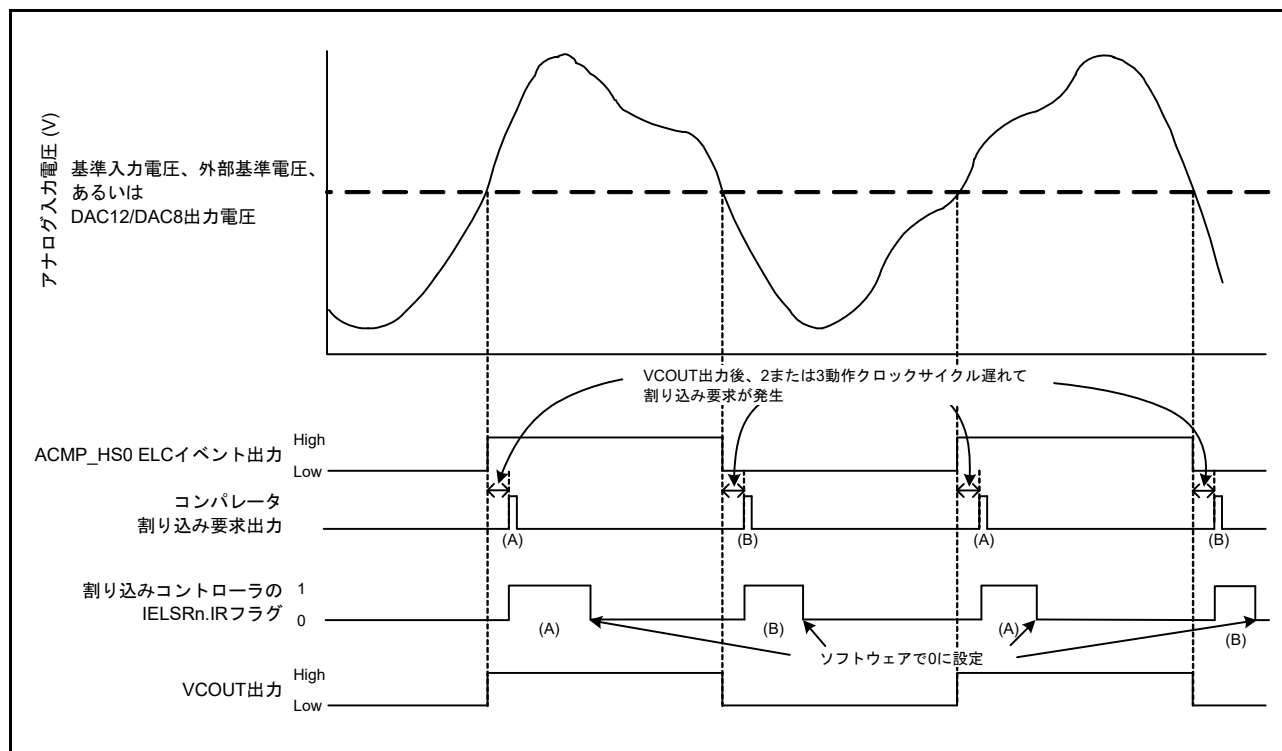

図 38.2 ACMPHS の動作例
ACMPHS の動作例を図 38.2 に示します。アナログ入力電圧が基準入力電圧より高くなると VCOUT 出力は 1 になり、低くなると 0 になります。ACMPHS 出力が変わると、割り込み要求および ELC イベントが出力されます。
図 38.2 は CPOE = 1 (端子出力許可)、CDFS[1:0] = 00b (フィルタ不使用)、CEG1 = CEG0 = 1 (両エッジを選択) の場合に適用されます。CINV = 0、CEG0 = 1、CEG1 = 0 (ACMPHS からの非反転出力信号の立ち上がりエッジを選択) の場合、ICU.IELSRn.IR フラグは (A) で示されるように変化します。CINV = 0、CEG0 = 0、CEG1 = 1 (ACMPHS からの非反転出力信号の立ち下がりエッジを選択) の場合、IR フラグは (B) で示されるように変化します。CPOE = 1 の場合、VCOUT は ELC イベント出力を直接出力します。